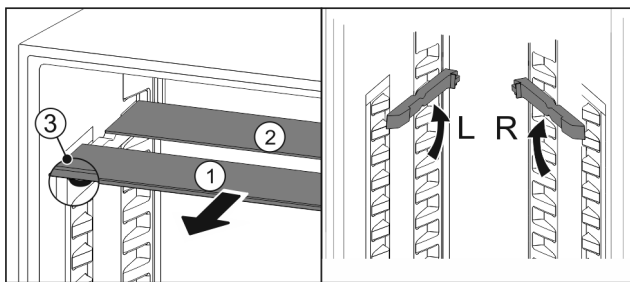

Fig. 126
- Издърпайте Fig. 126 (1) поотделно стъклените плочи напред.
- ▷ Стъклената плоча Fig. 126 (1) с декоративната лайсна е отпред.
- ▷ Ограничителите Fig. 126 (3) сочат надолу.